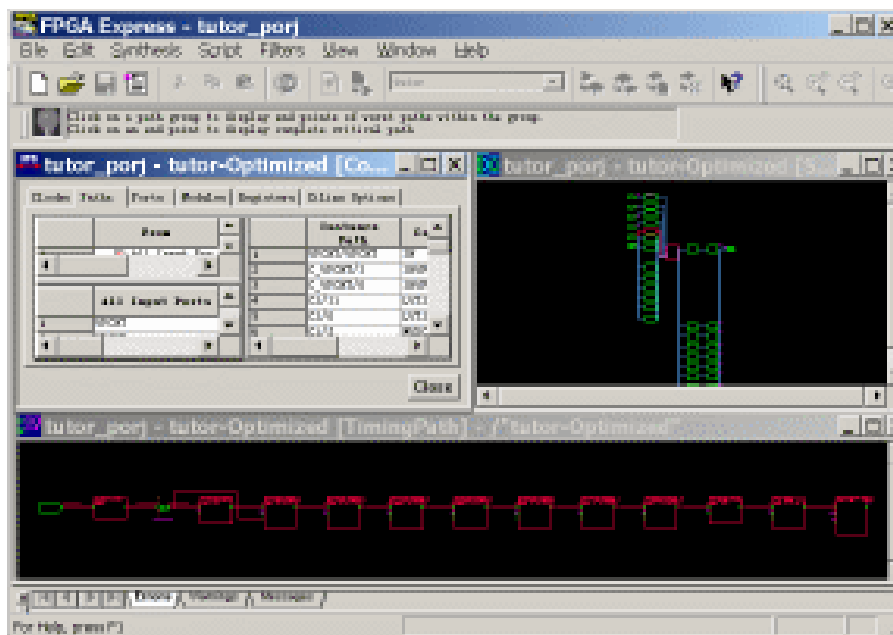

图4-67 示意图观察窗
- (1) 在 Chips 窗口中打开示意图观察器，启动时序追踪。程序会打开示意图观察窗、约束编辑器窗口和时序路径窗口等 3 个不同的窗口。
- (2) 点击约束编辑器中的路径约束标签，出现路径约束表格。
- (3) 在路径组窗口中点击所要观察的路径组，这一个组内的所有信号都在下面的表格中列出。选择其中的某个网线，它所经过的路径延时在延时窗口中显示，同时左面窗口中显示整条路径所经过的 Cell、每一个 Cell 的延时和扇出等信息，如图 4-67 所示。
- (4) 将鼠标停留在时序路径窗口中的 Cell 上，就会显示这个 Cell 的名称、类型、延时和扇出等信息。